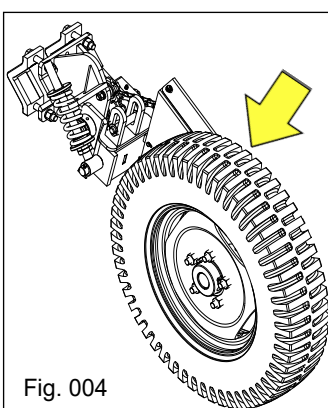

Fig. 004
- Mais suavidade nos aclives e declives, (Fig. 004).